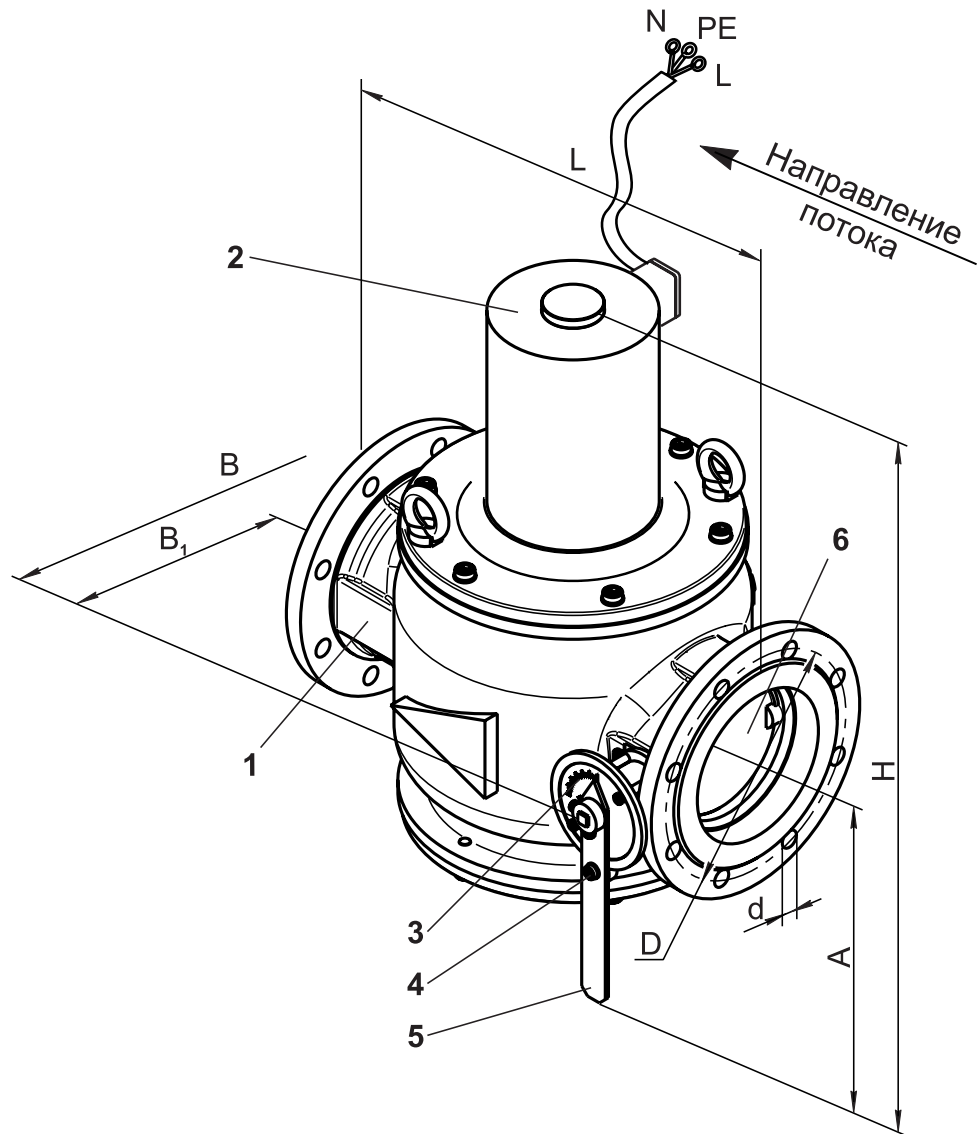

Рис. 1
2.1 Клапан (см. рис. 1) состоит из следующих основных узлов и деталей:
4.4.3 Регулирование расхода количества проходящего газа через клапан осуществляется путем поворота ручки управления 5 (рис. 1).